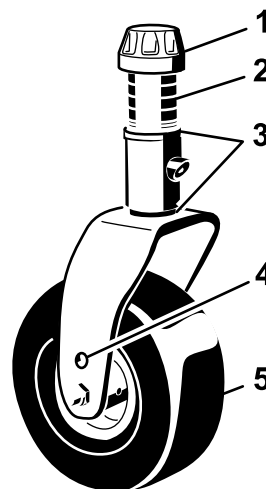
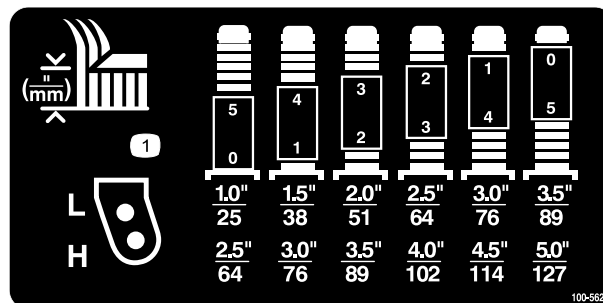
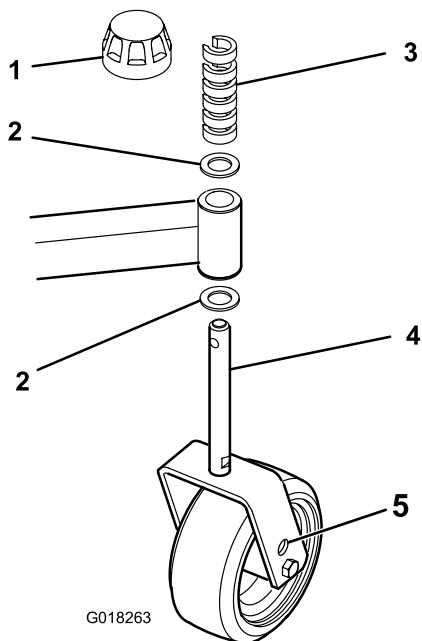

Figure 7
Figure 8
Figure 9
2. Placez les essieux des roues pivotantes dans les mêmes trous sur toutes les fourches. Pour choisir les trous corrects pour la hauteur de coupe requise, reportez-vous à Figure 7, Figure 8 et Figure 9.
1. Enlevez le chapeau de tension de l'axe de pivot (Figure 7) et sortez l'axe du bras pivotant. Remplacez les 2 cales (3 mm) sur l'axe de pivot dans leur position d'origine. Elles sont requises pour que les plateaux de coupe soient parfaitement de niveau sur toute la largeur. Placez le nombre requis d'entretoises de 13 mm sur l'axe de pivot pour obtenir la hauteur de coupe voulue, puis ajoutez la rondelle.
Pour déterminer les combinaisons d'entretoises requises pour les différentes hauteurs de coupe, reportez-vous à la Figure 8.
1. Enlevez le chapeau de tension de l'axe de pivot (Figure 9)